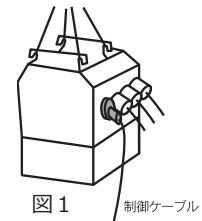

図 1 制御ケーブル
①吊り上げは、制御ケーブルの結束紐を解いてから行ってください。（図1）
②吊り上げるときはケースやブッシングをいためないように注意してください。
③もし、ケースに傷をつけられた場合は錆発生の原因になりますので必ず修正塗装を施してください。